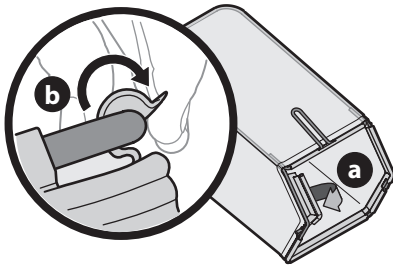

Figure 11
1. Procédez comme suit pour assembler le sac à herbe (Figure 11).